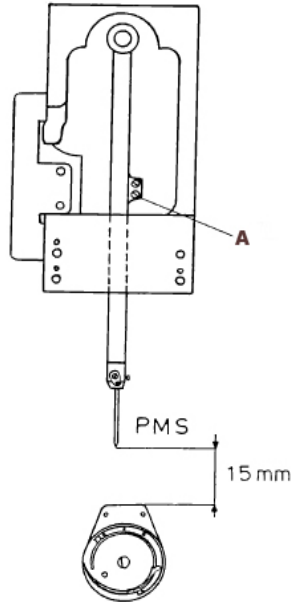

Figura 13
- ✓ Soltar os parafusos "A", do Suporte de Acionamento da Barra, que fixam a barra da agulha, e subir ou abaixar a Barra da Agulha até que a ponta da Agulha fique a 15 mm da face da Chapa (figura 13);